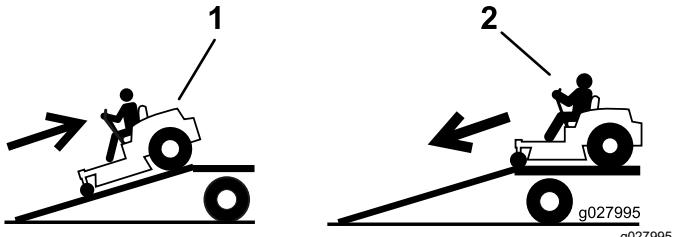

Figura 32
4. Risalite in retromarcia la rampa (Figura 32).
2. Scendete dalla rampa in marcia avanti (Figura 32).